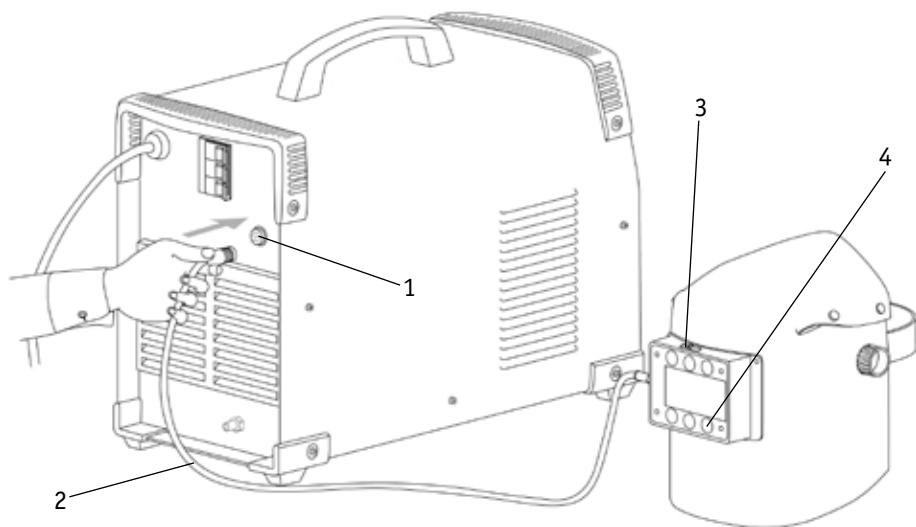

Рис. 9.2. Схема подключения сварочной маски.
2. Подключите сварочную маску для TIG COLD к сварочному аппарату. Разъём для подключения маски находится на задней панели аппарата (См. рис. 9.2).